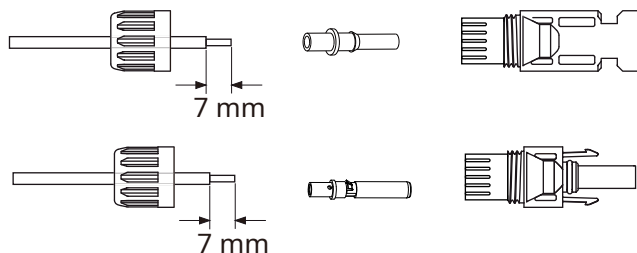

Imagen 5.3 Desmontar la tuerca de la tapa del conector
a) Pele el cable de CC unos 7 mm y desmonte la tuerca de la tapa del conector (ver imagen 5.3).